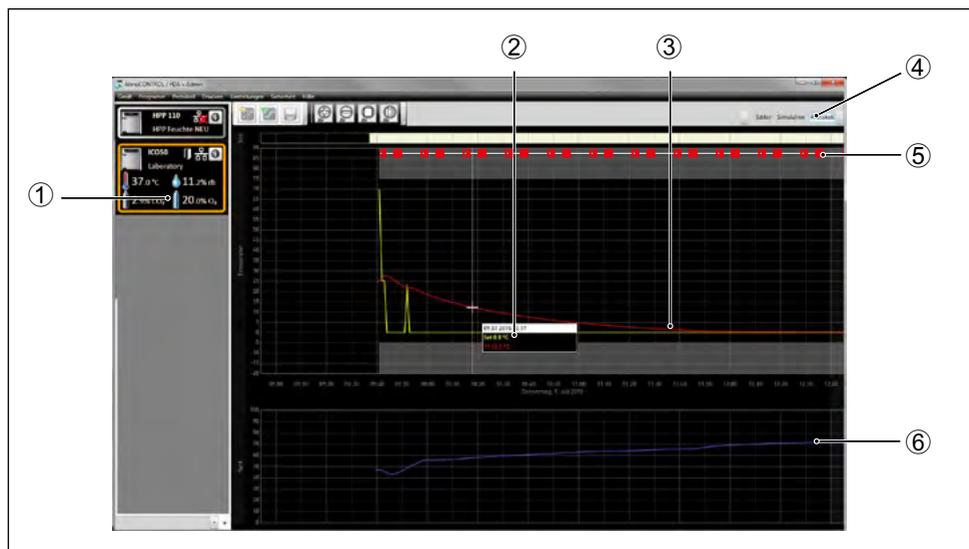

Fig. 18 Vista del protocollo (esempio)
Fare clic sul pulsante *Protocol* (Fig. 18 ④); i dati di protocollo dell'apparecchio vengono trasferiti e visualizzati ed è possibile modificarli, ad es. esportandoli in una tabella (v. sez. 5.3).